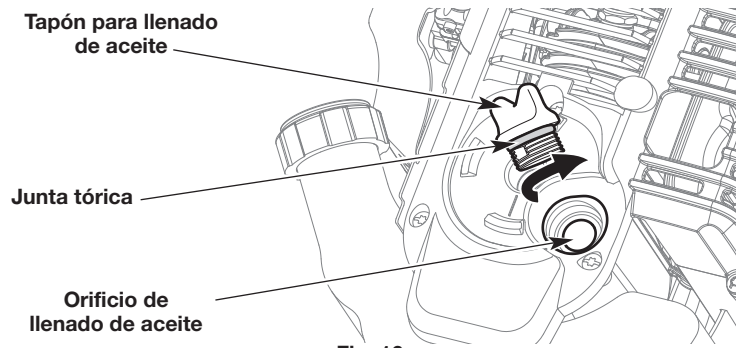

Fig. 16
3. Limpie la zona que rodea el tapón de llenado de aceite (Fig. 16) a fin de evitar que ingresen residuos en el orificio de carga de aceite (Fig. 16).
7. Compruebe que la junta tórica esté en su lugar en el tapón de llenado de aceite (Fig. 16).
1. Limpie la zona que rodea el tapón de llenado de aceite (Fig. 16) a fin de evitar que ingresen residuos en el orificio de carga de aceite.